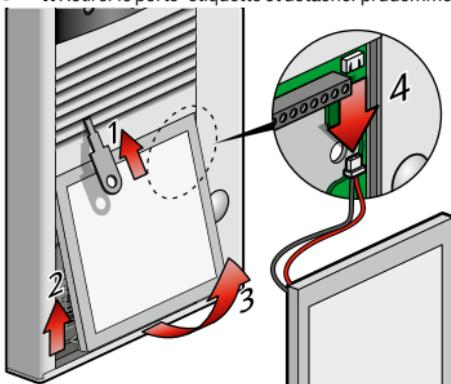

fig. 1
-  1. Retirer le porte-étiquette et détacher prudemment le connecteur de l'éclairage du poste extérieur (fig. 1).